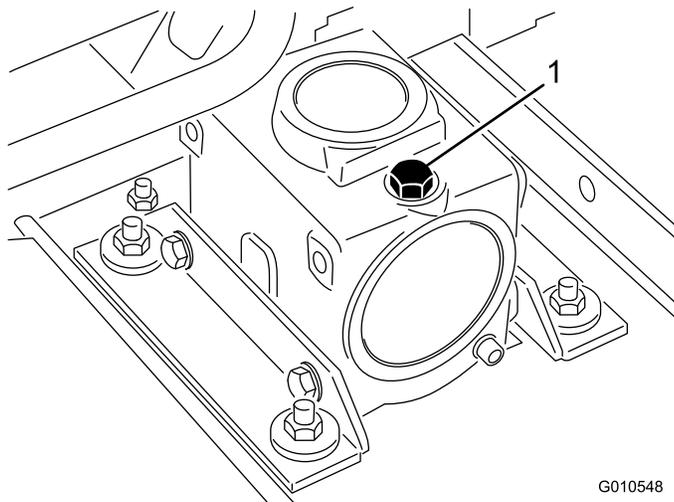

図 20
2. マシンとカッティングユニットを平らな場所に駐車させ、カッティングユニットを降下させる。ギアボックスの上部についているディップスティック兼給油プラグ(図 20)を取り、オイルの量が、ディップスティックについている2本のマークの間にあることを確認する。油量が少なければ、SAE 80-90 wt. ギア用潤滑油を2本のマークの中間まで補給する。